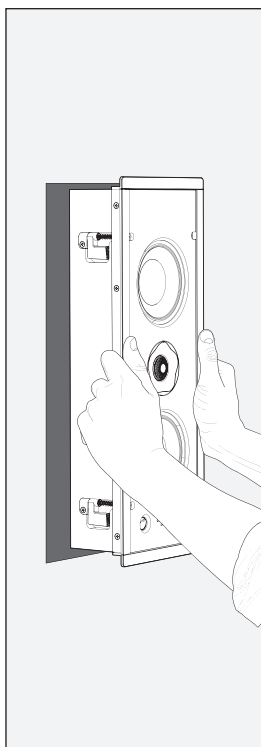

Fig. 1d
- 3) Poussez délicatement le montage dans le trou du mur (Fig. 1d).